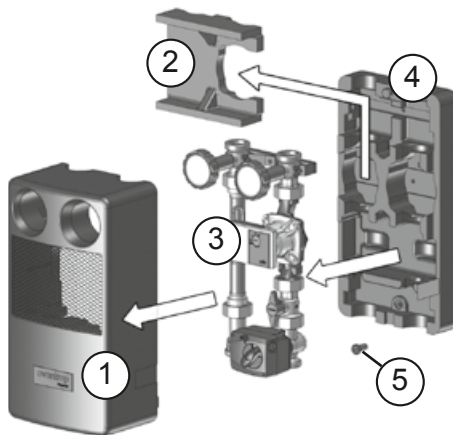

Рис. 8
6. Вставить направляющую втулку (5, прилагается) в нижнее отверстие задней части изоляции (4) (Рис. 8).
7. Установить арматурную группу (3) в заднюю часть изоляции (4).
8. Закрепить станцию (арматурную группу с задней частью изоляции) прилагаемыми шестигранными винтами (SW 12) на стене. Зафиксировать станцию сверху с помощью встроенного настенного крепежа (3а) и снизу с помощью втулки (5), вставленной в заднюю часть изоляции.
9. Вставить накладной блок (2).